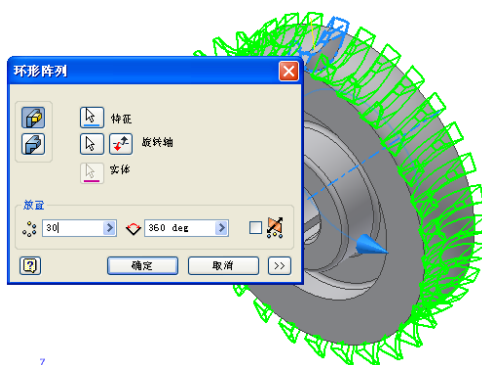

图 8-57 环形阵列示意图
①单击【三维模型】标签栏【阵列】面板上的【环形阵列】工具按钮，打开【环形阵列】对话框。
②在浏览器中按住 Ctrl 键，选择创建轮齿的【扫掠】和【拉伸】操作作为阵列的特征。
③选择零件上任何一个旋转面，选择零件的旋转轴作为环形阵列的旋转轴，此时出现阵列特征的预览，将引用数目设置为 30，引用夹角为 360° ，阵列的其他设置如图 8-57 所示。
④单击【确定】按钮完成阵列特征的创建。